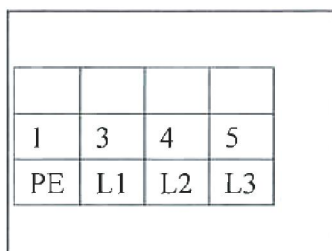

Рисунок 15
- Подключение силового провода: подключить трехфазный четырехжильный силовой провод 400В ( $4 \times 2,5 \text{ мм}^2$ ) к контактам ввода L1, L2, L3 и PE в шкафу управления; подключить в первую очередь провод заземления PE к выводу с символом заземления (рис. 15), вывод с символом заземления находится на нижней части обеих платформ.